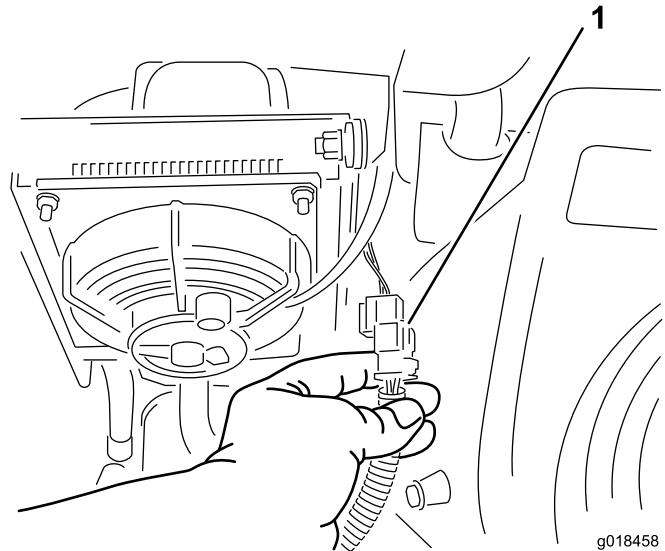

Figure 24
2. Branchez le connecteur du groupe de refroidissement au faisceau (Figure 24).